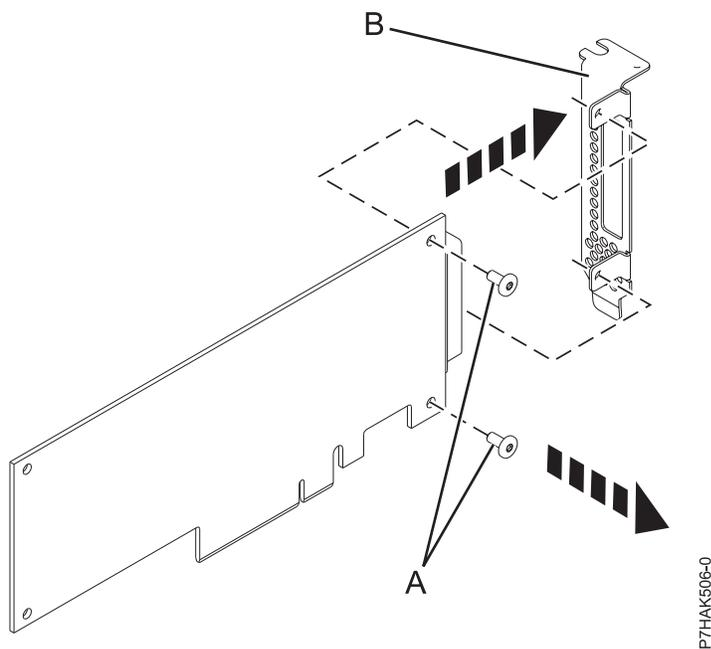

Figura 29. Extracción de la contrapunta de altura reducida de un adaptador PCIe
2. Mediante un destornillador Phillips, desenrosque los dos tornillos (A) que sujetan la contrapunta (B) al adaptador PCIe, como se muestra en la Figura 29.